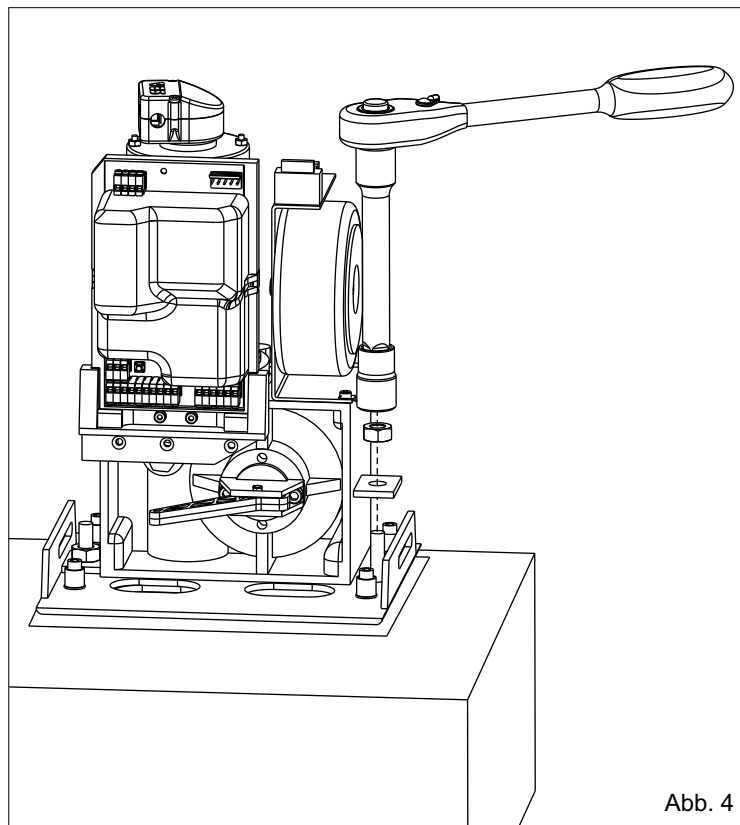

Abb. 4
3.3. Das Untersetzungsgetriebe mit den mitgelieferten Muttern und Unterlegscheiben an der Grundplatte befestigen (Abb.4).